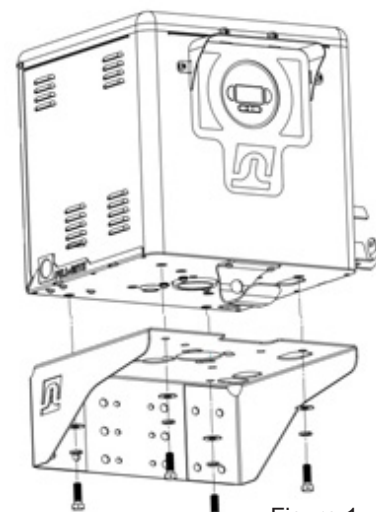

Figure 1
3. Placer le distributeur sur le plateau de fixation; à l'aide de 4 vis de 1/2 x 13 et de rondelles, attacher solidement le distributeur à la plaque de fixation à travers les 4 trous situés dans le fond du boîtier distributeur (Figure 1).